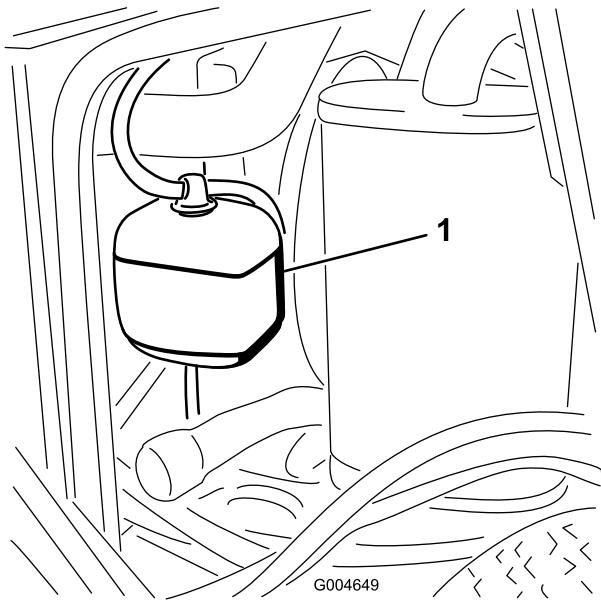

図 51
- 液量の点検は補助タンクで行う(図 51)。タンク側面についている2本のマークの間にあれば適正である。